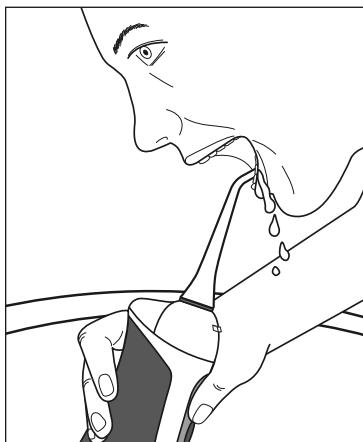

Fig. 1
- ▶ Sørg for ikke at lukke luffforsyningsåbningerne **④** på bagsiden af hånddelen **⑤** med fingrene under brug.
- ▶ Hvis du holder hånddelen **⑤** for skråt under brug, kan der løbe vand ud af luffforsyningsåbningerne **④**.
- ▶ Hånddelen **⑤** slukkes automatisk efter ca. 50 sekunder (jet)/ca. 60 sekunder (normal)/ca. 40 sekunder (soft), selvom der stadig er vand i vandbeholderen **⑥**.
- 1) Fyld vandbeholderen **⑥** op.
- 2) Sæt opsatsen **②** på hånddelen **⑤**.
- 3) Tryk på knappen til valg af effektrin **⑯** for at indstille det ønskede effektrin.
- 4) Før opsatsen ② ind i munden for at undgå at sprøjte vand rundt i lokalet. Bøj dig ind over håndvasken, og hold hånddelen ⑤ så lodret som muligt (se fig. 1). Dysen ① på opsatsen ② rettes mod tænder/tandmellemrum.